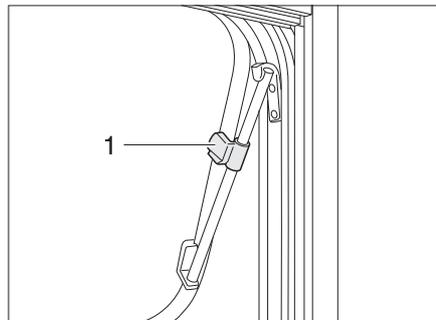

Fig. 65 Finestra apribile con deflettori a rotazione, aperta
- Aprire la finestra apribile fino alla posizione desiderata e bloccarla con il pomello zigrinato (Fig. 65,1).
- Ruotare il pomello zigrinato (Fig. 65,1) fino a sbloccare l'arresto.